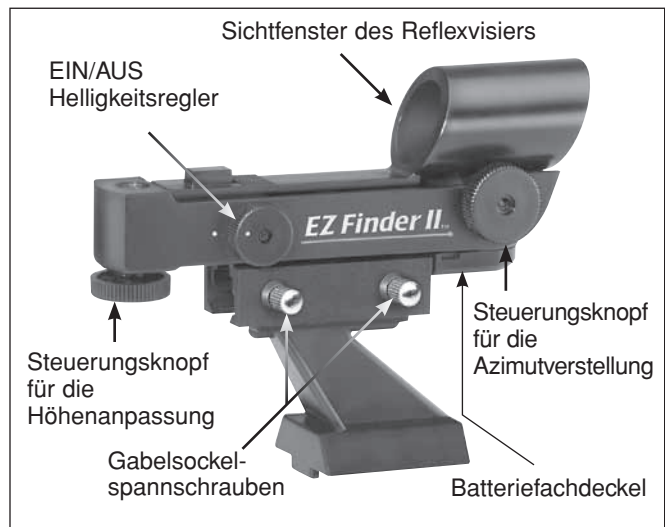

Abbildung 8. Netzschalter und Helligkeitsregler am EZ Finder II-Reflexvisier.
Vor der Installation des EZ Finder II (**Abbildung 8**) auf dem Teleskop, müssen Sie die im Lieferumfang enthaltene CR2032 3V Lithium-Knopfzellenbatterie einsetzen. In manchen Fällen kann es sein, dass die Batterie in der Fabrik installiert wurde. Wenn eine kleine Kunststoffflasche aus der Batteriefach-Abdeckung herausragt, müssen Sie diese von der Batterie entfernen, um den Kontakt mit elektronischen Schaltungen des EZ Finder herzustellen. Die Lasche kann dann weggeworfen werden. Wenn die Batterie nicht in der Fabrik installiert wurde und separat zur Verfügung gestellt wird, müssen Sie sie selbst folgendermaßen installieren:
1. Schieben Sie einen flachen Schlitz-Schraubendreher in die Kante des Batteriefaches und hebeln Sie es vorsichtig auf (**Abbildung 8**).
Um die Gabelhalterung am EZ Finder II-Reflexvisier zu befestigen, lösen Sie die beiden Rändelschrauben an der unteren Schiene des EZ Finder II-Reflexvisiers. Schieben Sie das EZ Finder II-Reflexvisier auf die Halterung, und ziehen Sie die beiden Rändelschrauben fest (siehe **Abbildung 8**). Schieben Sie dann einfach die Gabelhalterung in den Gabelsockel am Teleskop wie in **Abbildung 9** gezeigt, und ziehen Sie zum Befestigen der Halterung die Rändelschraube am Sockel fest.
roten Punkt mit Hilfe der Knöpfe für die Azimut- (links/rechts) und Höheneinstellung (auf/ab) (**siehe Abbildung 8**) am EZ Finder II-Reflexvisier so, dass das Objekt im Okular zentriert ist. Wenn der rote Punkt auf dem Objekt in der Ferne zentriert ist, kontrollieren Sie, ob das Objekt weiterhin zentriert im Okular des Teleskops erscheint. Wenn nicht, zentrieren Sie es noch einmal, und passen Sie die Ausrichtung des EZ Finder II-Reflexvisiers an. Das EZ Finder II-Reflexvisier ist mit dem Teleskop korrekt ausgerichtet, wenn das Objekt im Okular *und* auf dem roten Punkt des EZ Finder II-Reflexvisiers zentriert ist. Nach dem Ausrichten behält das EZ Finder II-Reflexvisier seine Ausrichtung in der Regel auch dann bei, nachdem es entfernt und wieder montiert wurde. Aber auch ansonsten ist nur eine minimale Nachjustierung erforderlich.
Drehen Sie den Netzschalter (siehe **Abbildung 8**) im Uhrzeigersinn, bis Sie ein Klicken hören. Dieses zeigt Ihnen an, dass die Stromversorgung eingeschaltet ist. Schauen Sie mit beiden Augen von hinten durch das Reflexvisier, um den roten Punkt zu sehen. Halten Sie Ihr Auge dabei in einem bequemen Abstand zur Rückseite des Visiers. Bei Tageslicht müssen Sie möglicherweise die Vorderseite des Visiers mit der Hand abdecken, damit Sie den Punkt sehen können, denn dieser ist gewollt recht dunkel. Die Helligkeit des Punkts wird durch Drehen des Netzschalters eingestellt. Die besten